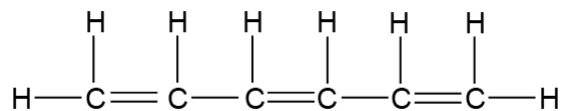

Fig. 9.2
- (d) The structure of 1,3,5-hexatriene is shown in Fig. 9.2.